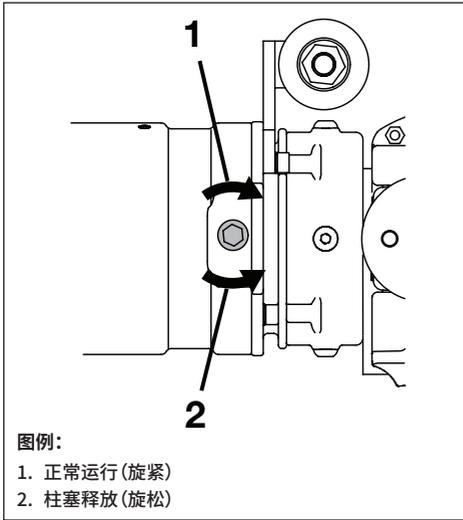

图 9, 柱塞释放螺栓
使用切断机之前，应检查柱塞释放螺栓是否已经顺时针完全旋紧并已紧固好。应使用 8mm 六角扳手。参见图 9。
3. 确保柱塞释放螺栓已经顺时针完全拧紧。参见图 9。